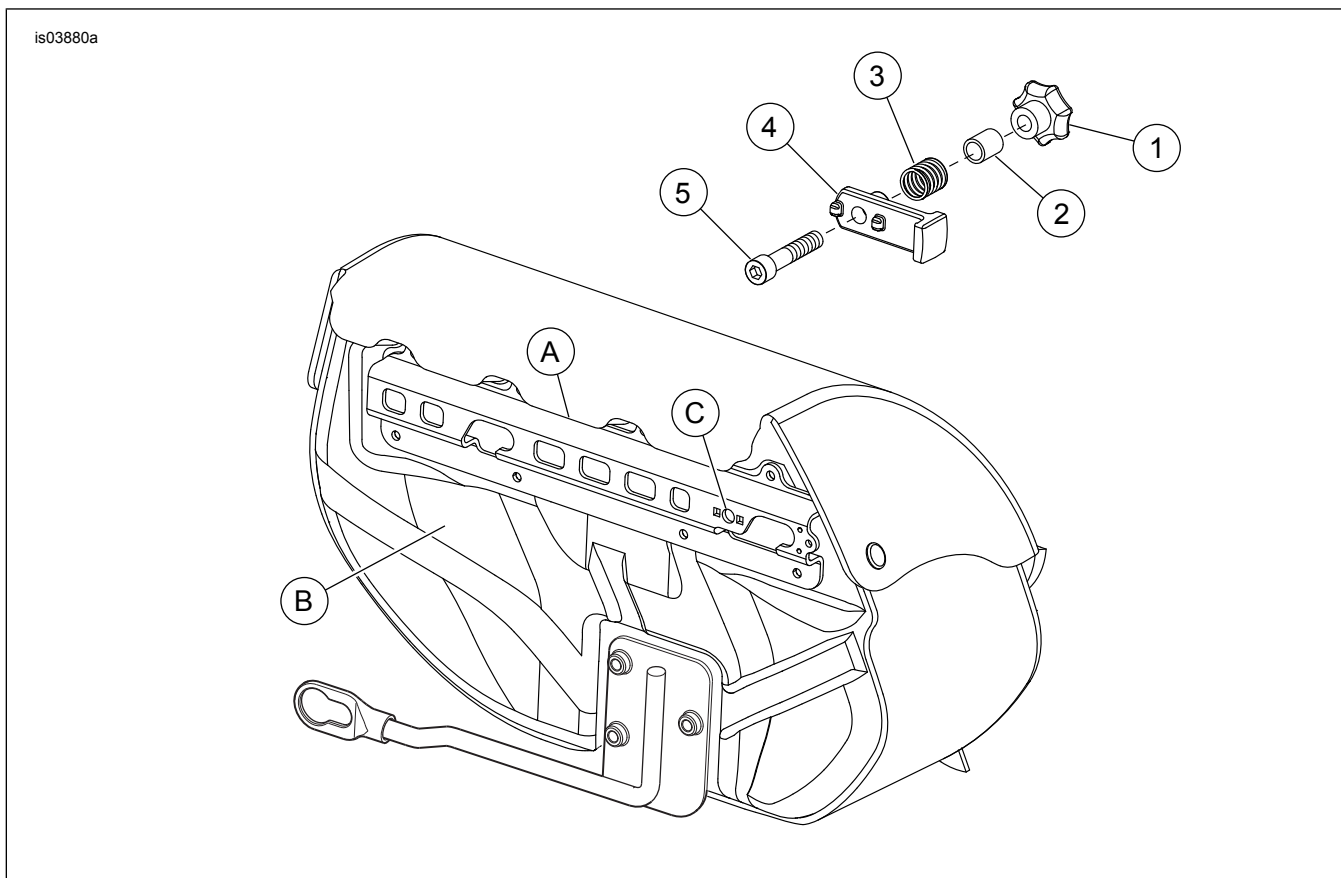

Figura 1. Peças de reposição: kit de trinco com mola para alforje removível
Veja a Figura 1 e a Tabela 1.
2. Veja a Figura 1. Puxe e gire o botão (1) (dentro do alforje) na direção da parte dianteira (sentido horário para o alforje do lado direito, anti-horário para o alforje do lado esquerdo), bloqueando o trinco (4) na posição fechada.
3. Enquanto segura o parafuso do trinco (5) com uma chave de boca sextavada de 3/16 pol., gire/desaparafuse o botão (dentro do alforje) no sentido anti-horário.
1. Veja a Figura 1. Instale a mola (3) sobre o diâmetro externo do ressalto rosqueado do trinco (4).
2. Insira o trinco com a mola na abertura do trinco no suporte traseiro do alforje (A) para que fique preso entre o suporte e a parte traseira plástica do alforje (B).